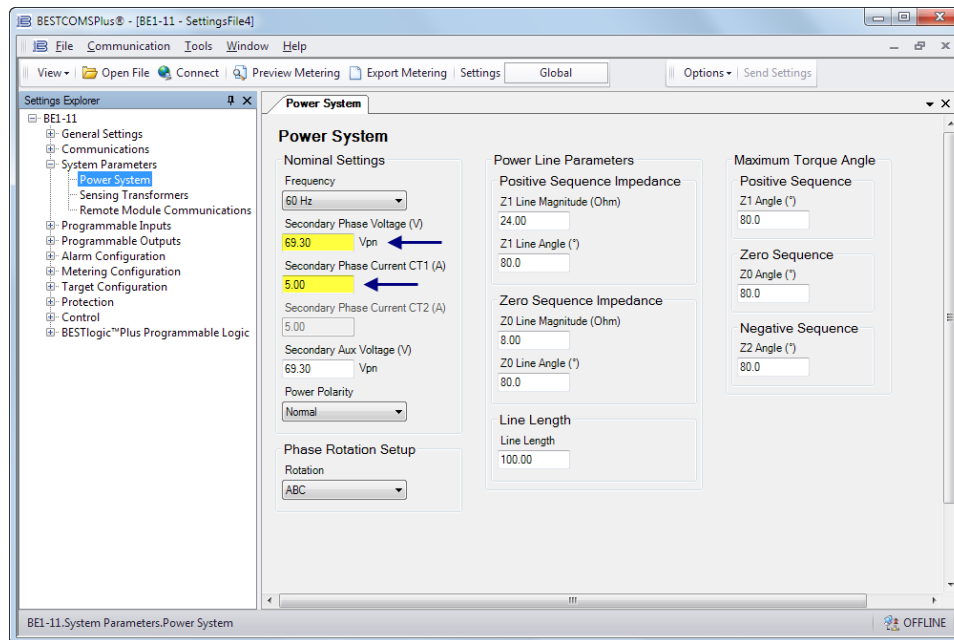

Figure 2-11. Écran Système d'alimentation
- Step 5: Dans l'Explorateur des paramètres (Settings Explorer), cliquez sur le « + » à côté de BE1-11. Cela permet de développer les sous-menus dans l'arborescence. Maintenant développez le menu Paramètres système (System Parameters) et sélectionnez l'écran Système d'alimentation (Power System). Reportez-vous à la Figure 2-11.